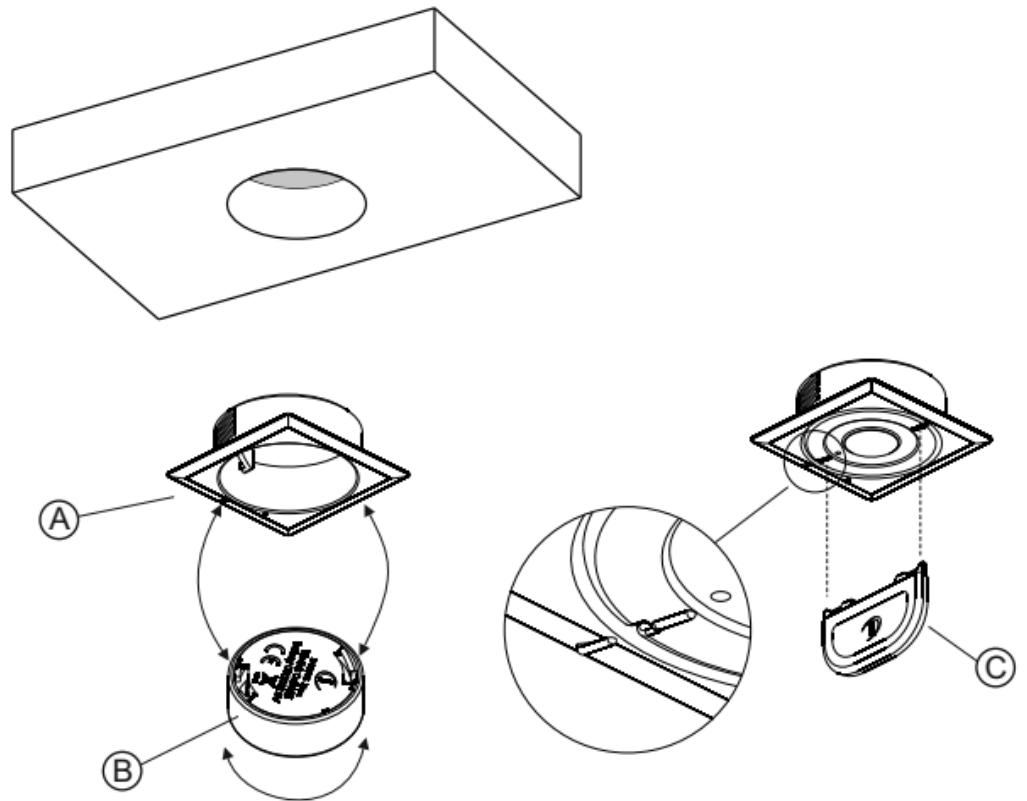

Fig.1
- Battery mod. CR2450 (3V) lithium (Fig.1).
INSTALLATION (Fig.1):
- Insert the support (A) in the hole (Fig.1).
- Fit the PIR WI-XD (B) into the support (A) rotating clockwise until the notches (fig. 1) match, using the special key (C) supplied
- Pile mod. CR2450 (3 V) lithium (Fig.1).
INSTALLATION (Fig.1) :
- Introduire le support (A) dans ce trou (Fig.1).
- Loger le PIR WI-XD (B) dans le support (A) en tournant dans le sens horaire de manière à faire coïncider les encoches repère (Fig.1) à l'aide de la clé (C) fourni